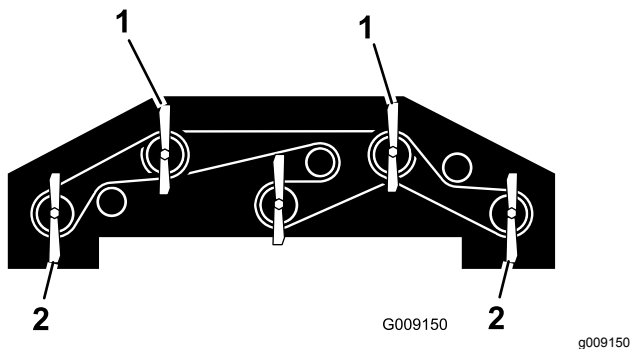

Figure 139
1. Tournez chaque lame pour qu'elle pointe vers l'avant (Figure 139).